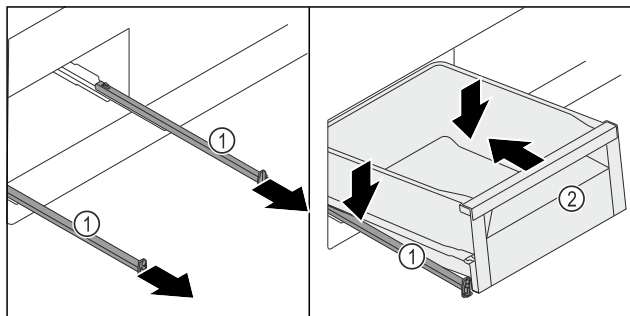

Fig. 129
- ▶ Izvlecite vodila. Fig. 129 (1)
- ▶ Držite vodila Fig. 129 (1) in predal Fig. 129 (2) postavite diagonalno na vodila Fig. 129 (1) od zgoraj.
- ▶ Predal Fig. 129 (2) potisnite nazaj po vodilih Fig. 129 (1) do konca.